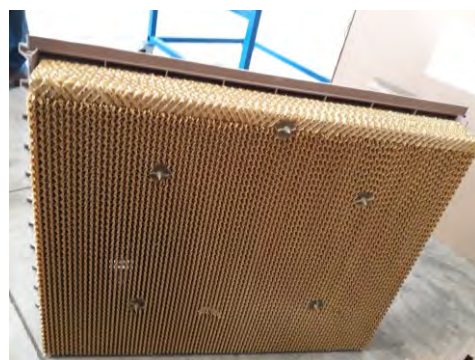

Figure 2 :
- Retirez les 4 clips assurant le maintien des panneaux latéraux (Figure 2).